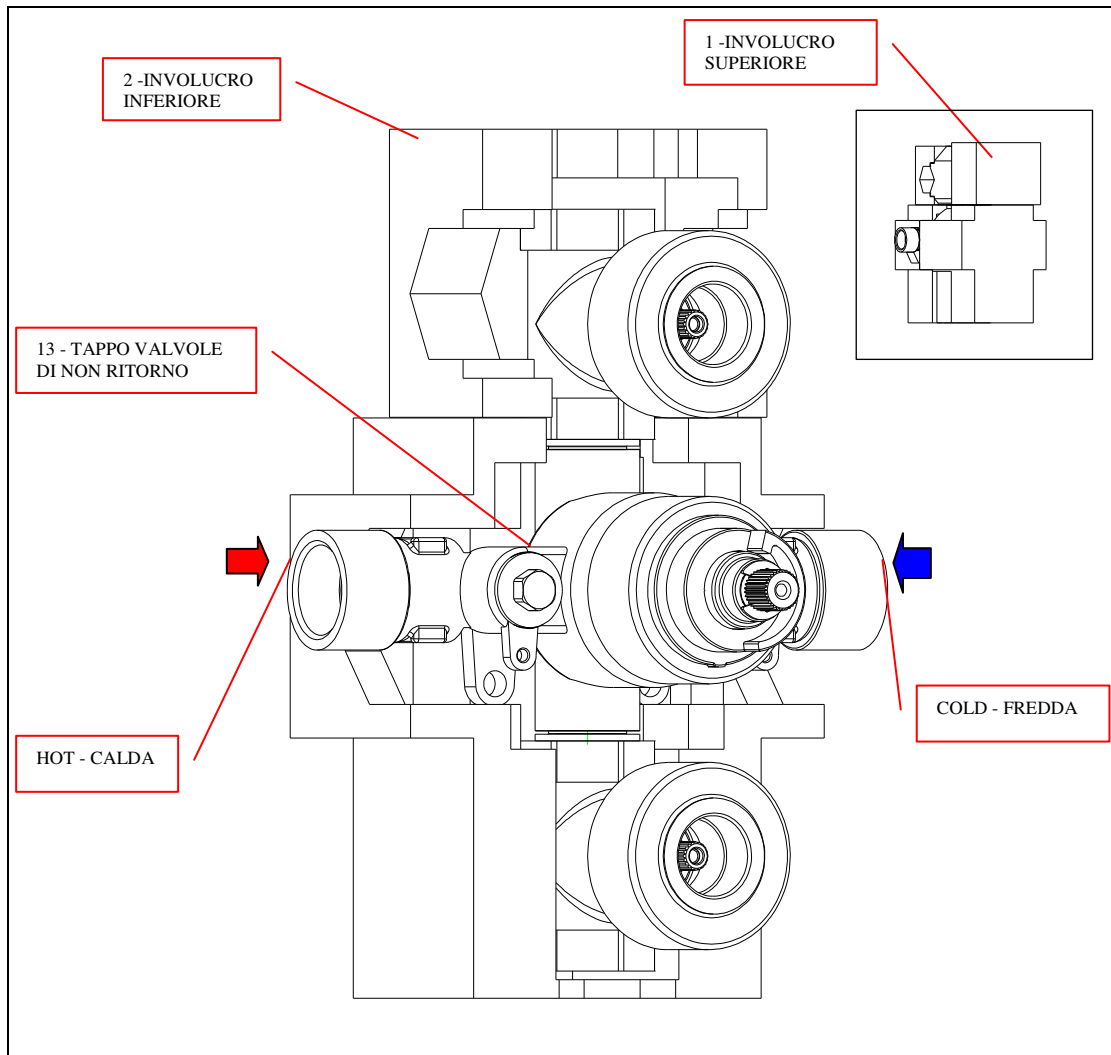

FIGURA 1 – INSTALLAZIONE, COLLEGAMENTI E MANUTENZIONE VALVOLE DI NON RITORNO
A - ESEGUIRE L'INSTALLAZIONE CON I DUE GUSCI DI POLISTIROLO (1 & 2) UNITI (FIGURA 1)
B - DOPO AVER ESEGUITO IL RIVESTIMENTO TOGLIERE L'INVOLUCRO SUPERIORE (1) (FIGURA 1)
MANUTENZIONE DELLE VALVOLE (FIGURA 1)
A - TOGLIERE IL TAPPO DI ISPEZIONE (13) DELLA VALVOLA DI NON RITORNO (FIGURA 1)